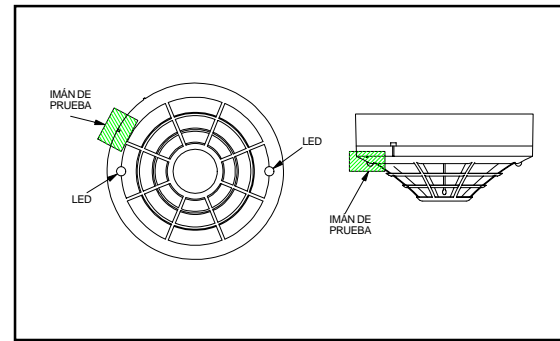

Figura 2. Ubicación del imán de prueba
1. Pruebe el sensor situando el imán de prueba opcional al lado de la carcasa exterior a unos 2 cm de distancia del LED, siguiendo la dirección de las agujas del reloj, según se indica en la figura 2.